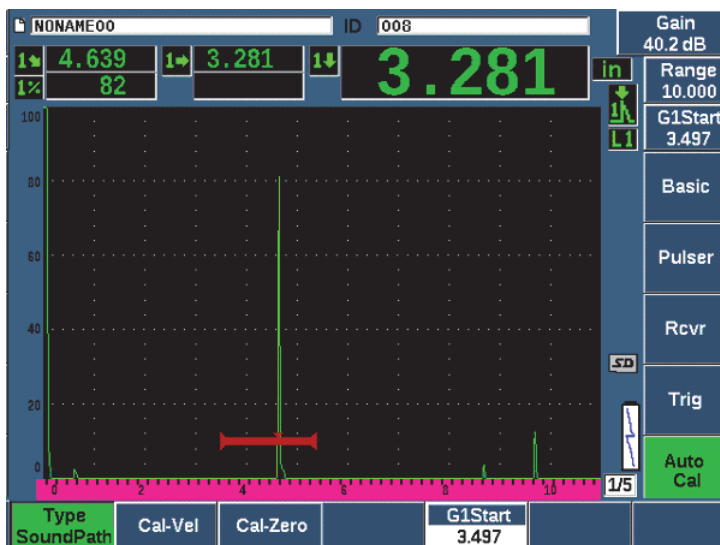

Figure 9-22 Signal placé dans la porte pour l'étalonnage de la vitesse
7. Appuyez sur G1Start (Départ Porte 1) [touche P5] et positionnez la porte 1 de sorte que le premier réflecteur de la courbure du bloc dépasse le seuil de la porte. Ce réflecteur devrait être positionné à environ 225 mm (voir la Figure 9-22 à la page 189).